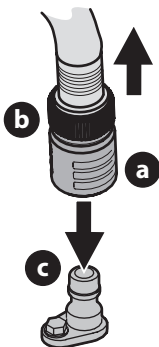

Figure 17
- Tirez sur le collier d'arrêt (a) de l'adaptateur (b) pour retirer l'adaptateur (b) de l'embout du système de nettoyage du plateau de coupe (c). Relâchez le collier d'arrêt pour fixer l'adaptateur sur l'embout du système de nettoyage du plateau de coupe (Figure 17).